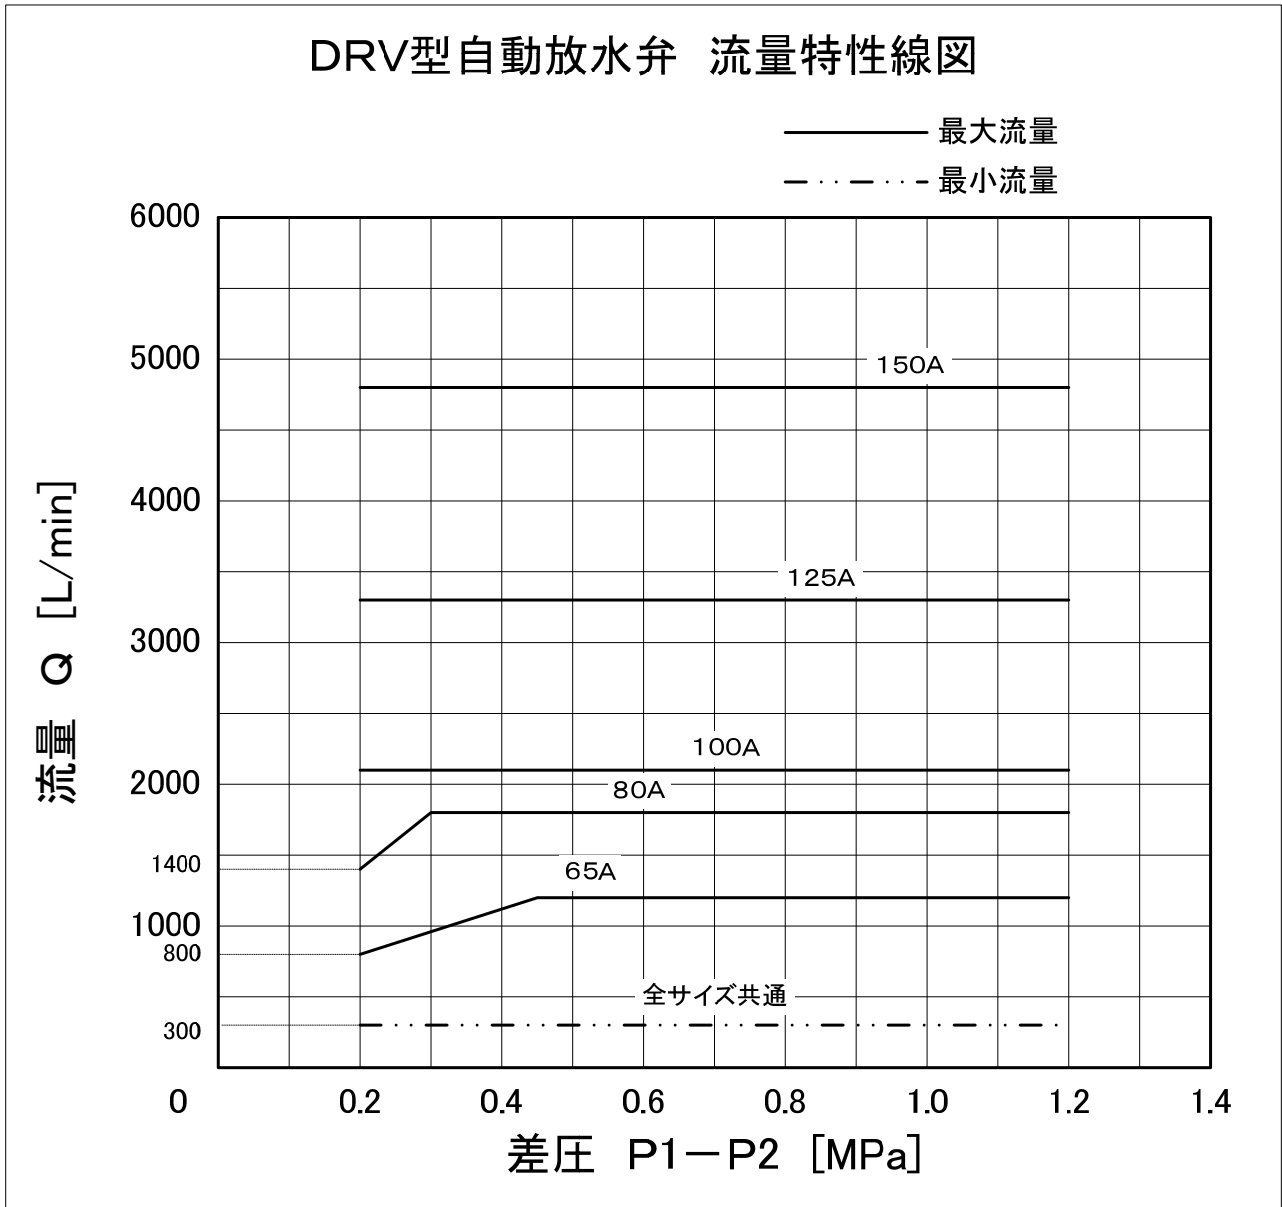

図 3. 流量特性線図
3. 弁サイズ 65A および 80A は、弁差圧が小さい場合の最大流量値が別途設定されています。詳細は図 3 を参照して下さい。